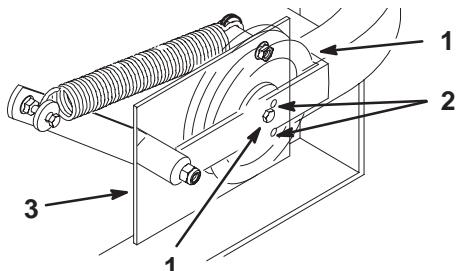

Figure 69
Important Vérifiez que la courroie est bien en place dans les guides avant et arrière (Fig. 69).
4. Vérifiez la tension de la courroie. Le boulon central de la poulie de tension rappelée par ressort doit se trouver près du trou d'alignement supérieur de la plaque de support gauche (Fig. 69).